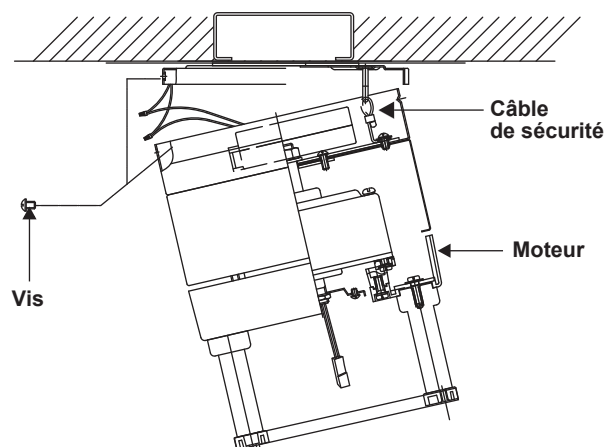

Figure 8
1. Placez le moteur du ventilateur sur les quatre trous de montage et fixez-le à l'aide des quatre vis fournies. Le support de sécurité est fourni pour empêcher le ventilateur de tomber. Fixez solidement le câble de sécurité au crochet. (Fig. 8)